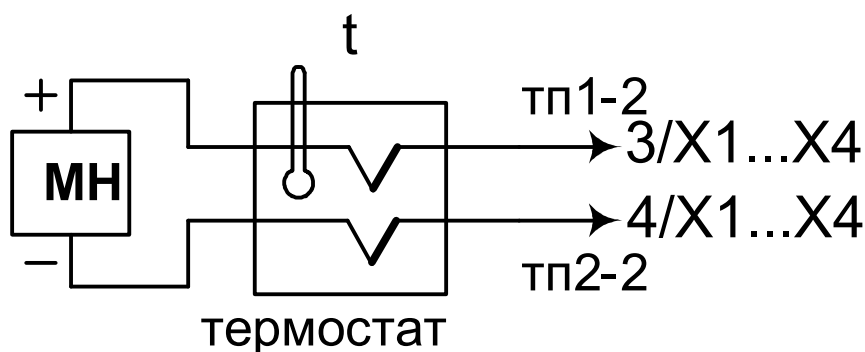

Рисунок 11.2 - Схема подключения для определения погрешности измерения сигналов ТП
- меру напряжения MN для проверки сигнала от ТП (рисунок 11.2);